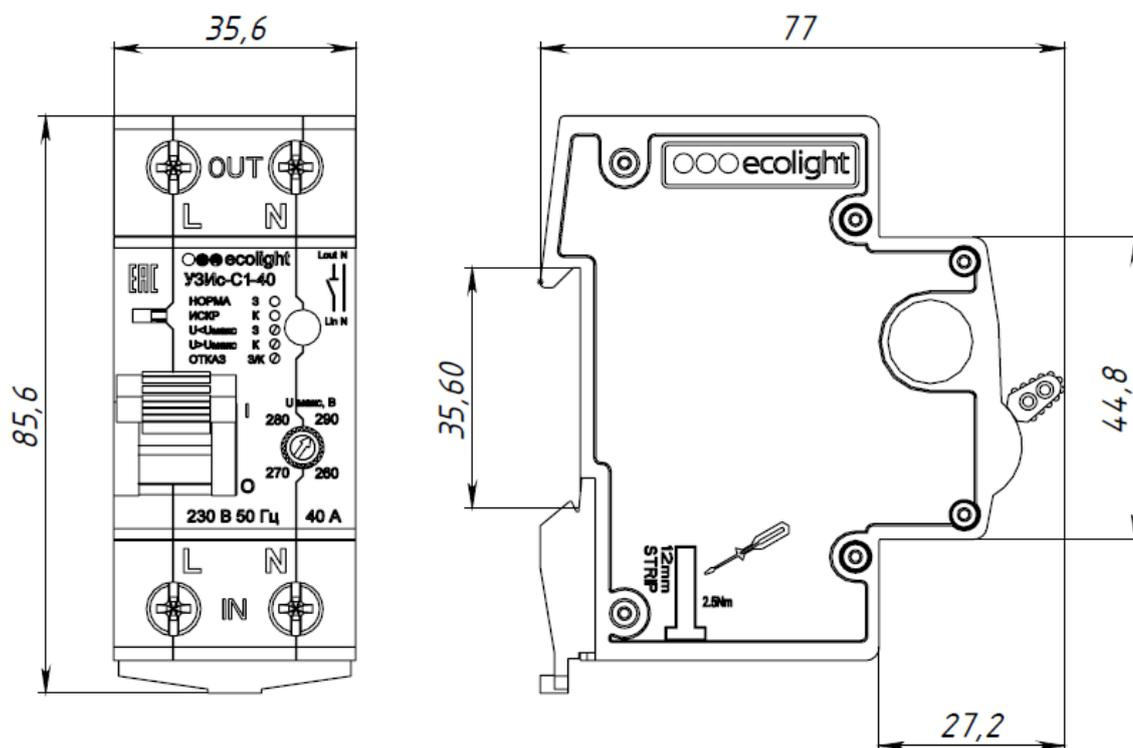

Рис. 4. Габаритные, установочные и присоединительные размеры УЗИС (мм)
2.6. Принять во внимание размеры УЗИС (рис. 4). Оценить возможность монтажа УЗИС в состав щитового оборудования (щитка), с учетом того, что при правильной вертикальной установке, провода внешней питающей сети, идущие от защитного автоматического выключателя (рис. 3), идут на нижние контактные группы (обозначение «IN»). Защищаемая электрическая цепь подключается к внешней контактной группе (обозначение «OUT»).